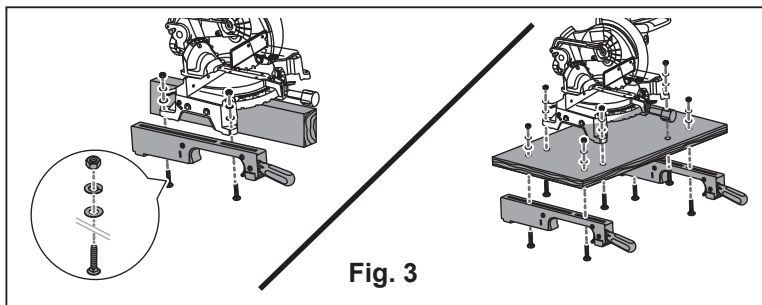

Fig. 3
3. Fixe o perno com uma arruela plana. Aperte a arruela e a porca; repita os mesmos passos com os restantes pernos. (Ver Fig. 3)